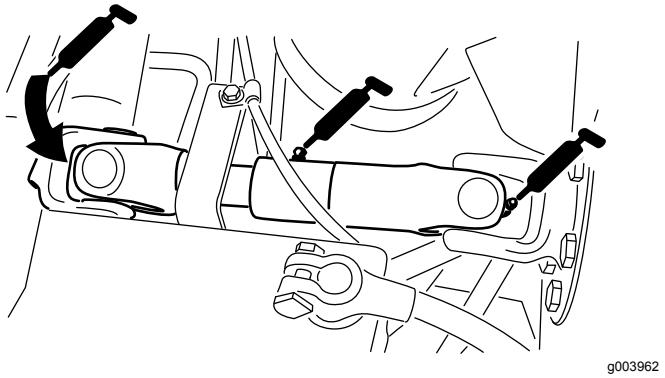

Figura 60
- Giunto ad U del semiasse fra motore e pompa (3) — Figura 60